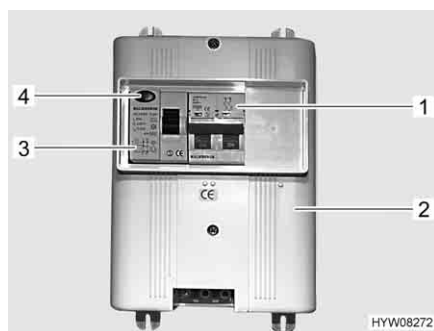

Fig. 47 Scatola dei fusibili a 230 V con interruttore di sicurezza e interruttore automatico FI
Un interruttore di sicurezza per correnti di guasto (interruttore automatico FI) (Fig. 47,3) nella scatola dei fusibili (Fig. 47,2) protegge l'intero veicolo da correnti di guasto (0,03 A).
La rete di bordo a 230 V è protetta da un interruttore di sicurezza collegato in serie (10 A) (Fig. 47,1).
- Se il veicolo è collegato all'alimentazione a 230 V, premere il tasto di controllo (Fig. 47,4). L'interruttore di sicurezza per correnti di guasto (FI) deve scattare.